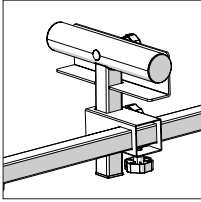

Fig. 5
- Sätt in arbetsstödposten i bygeln och lås på plats med en låsknopp. (Fig. 5)